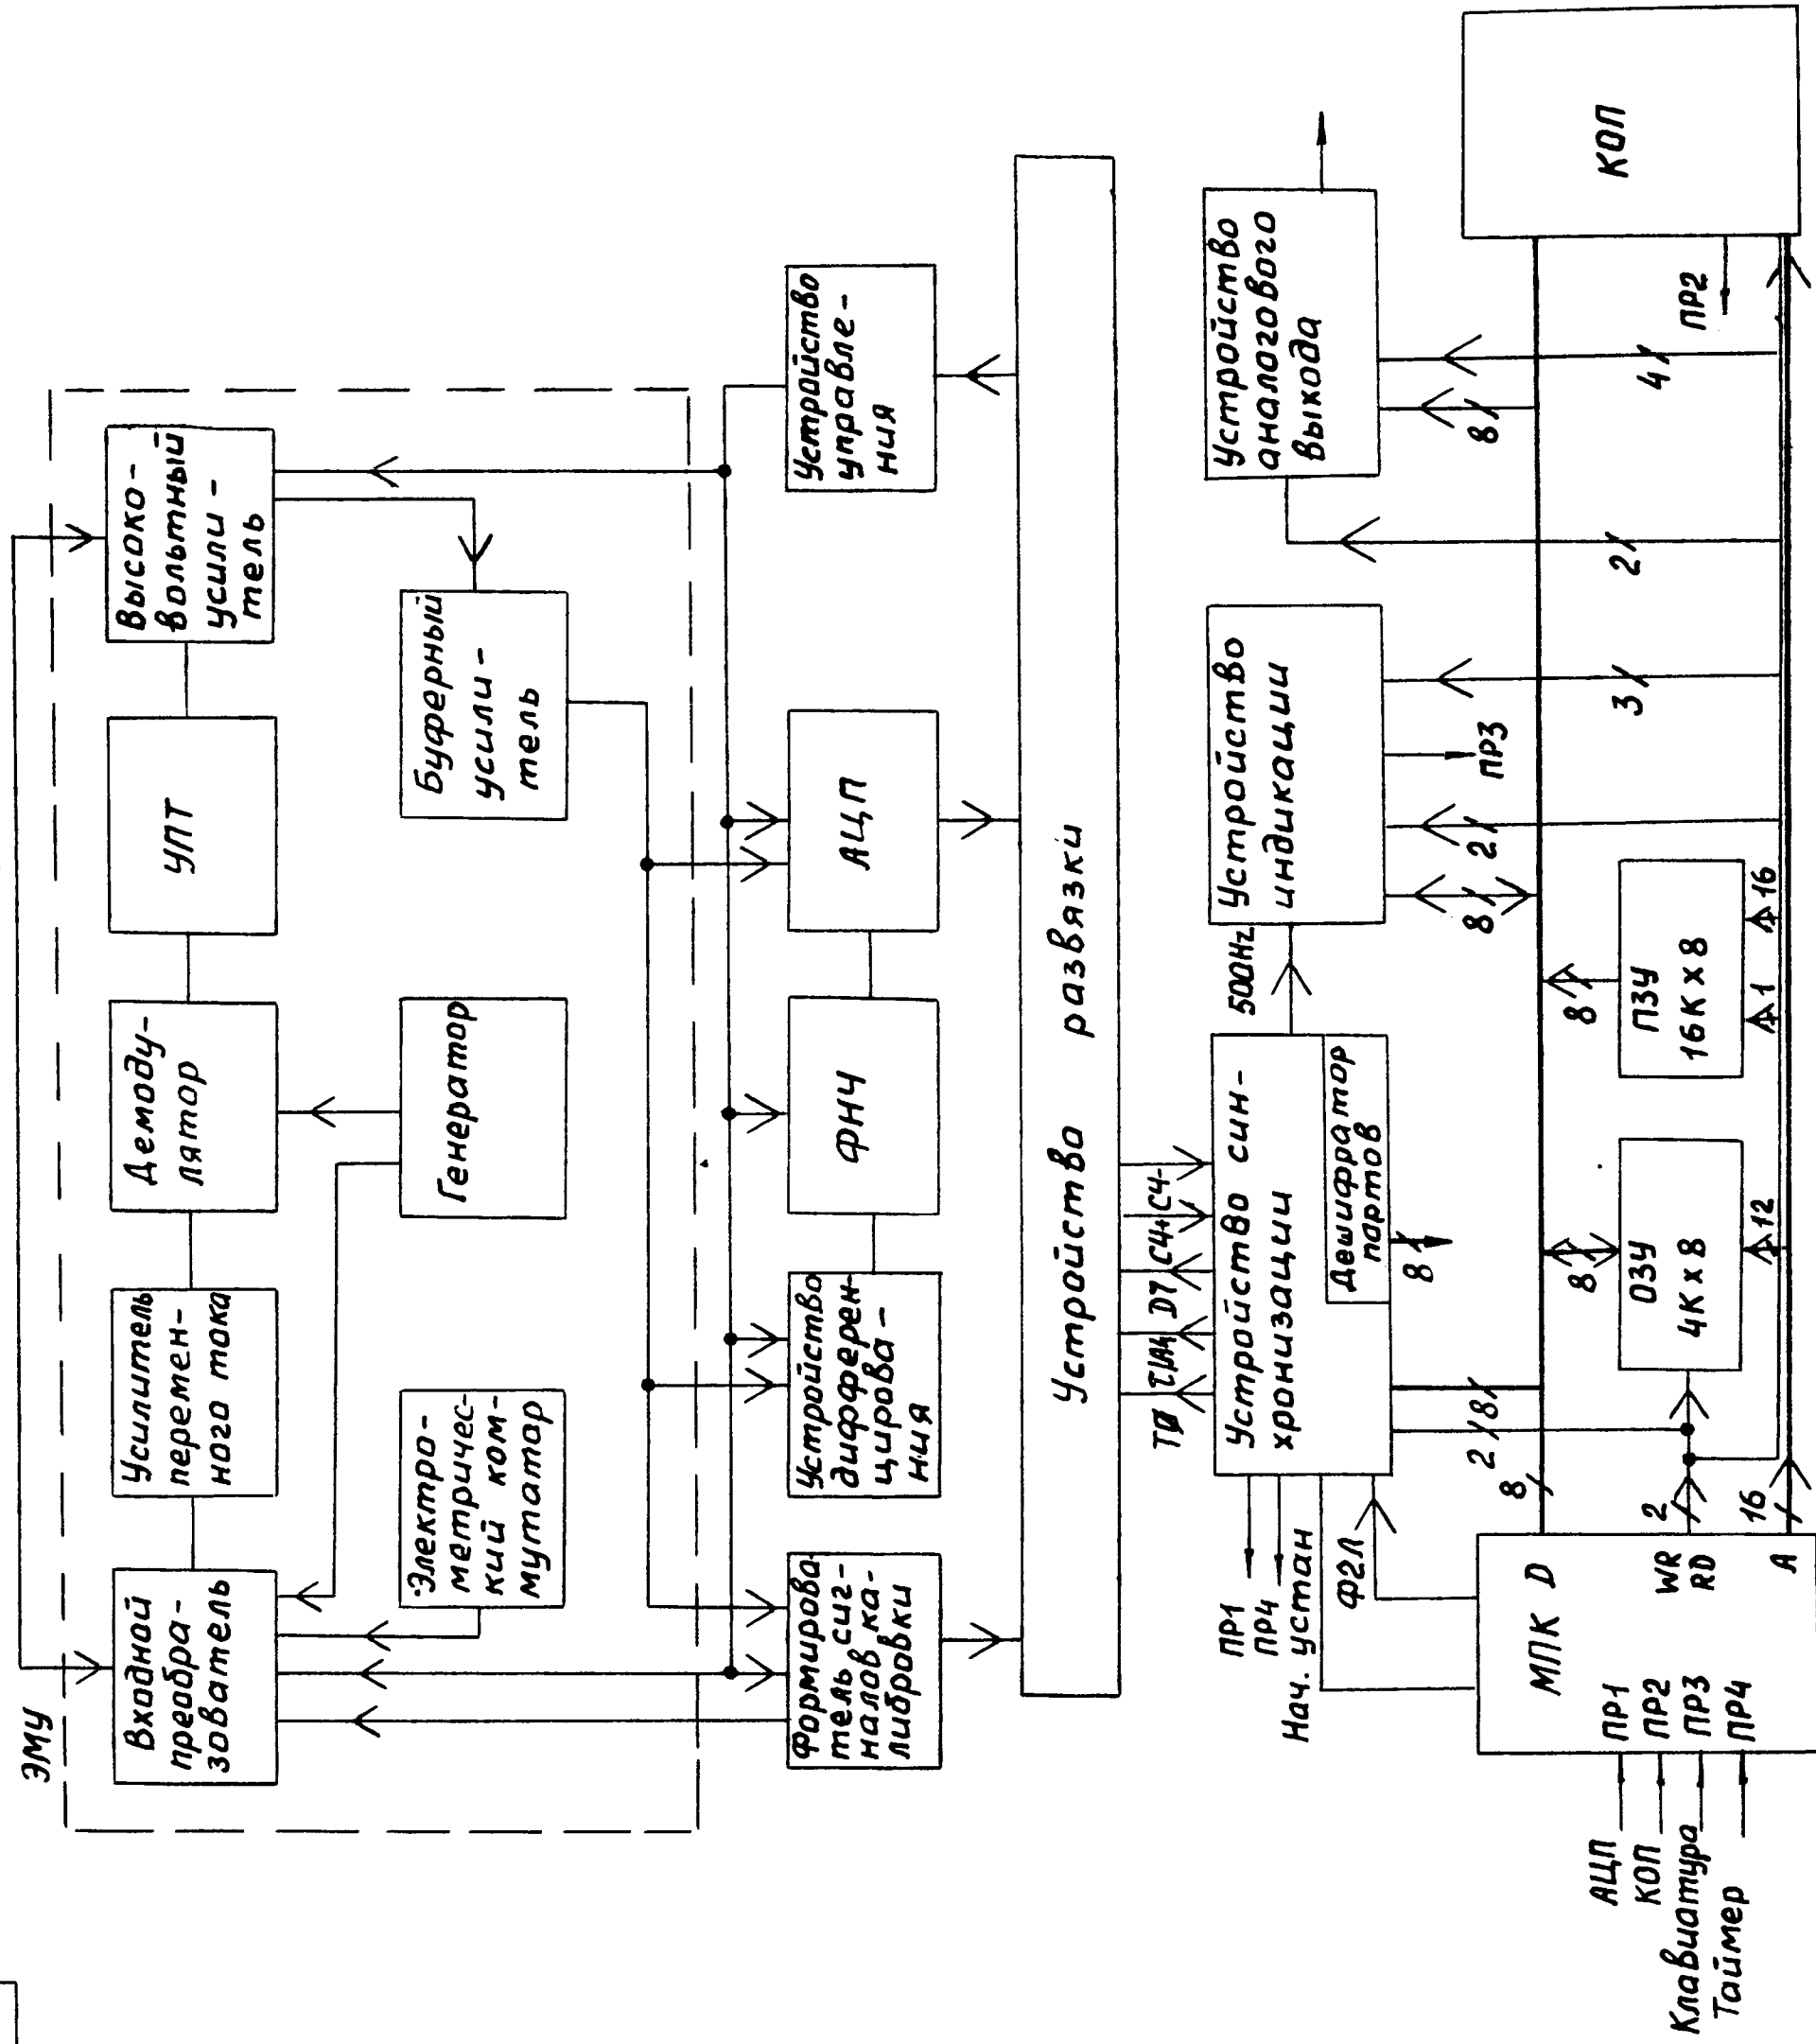

Рис. 4.1
4.1.1. Структурная схема вольтметра приведена на рис. 4.1.